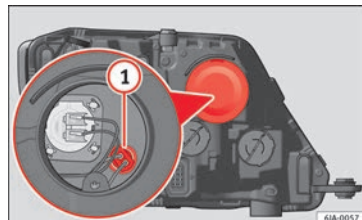

Fig. 90 Substituição da lâmpada da luz de presença.
- Remova a tampa protetora » **Fig. 90**.
- Extraia o porta-lâmpadas » **Fig. 90** ① puxando para fora.